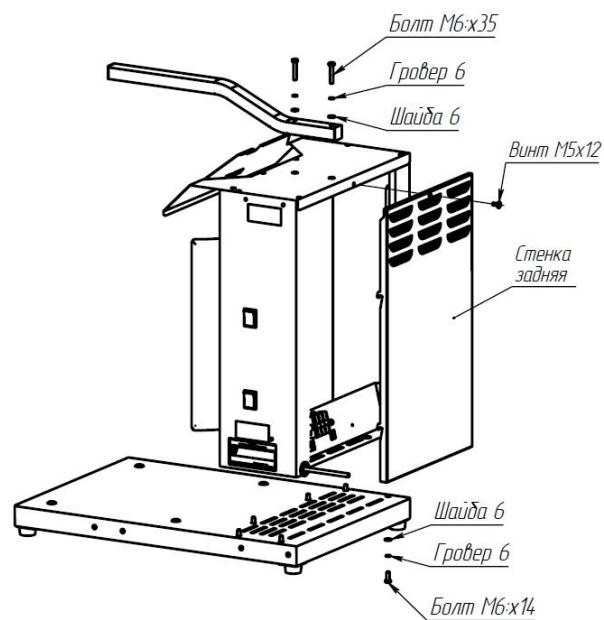

Рис.1
4.2. Снять стенку заднюю. Для этого открутить винт M5x12 (рис.1), затем приподнять стенку вверх и подать на себя.
4.3. Вынуть из корпуса нож, открутив саморез 4,2x13 (рис.2) и удалив скобу, крепящую нож. Установить стенку заднюю на место (вставить в проем, приподняв вверх под крышку, и затем опустить ее, прижимая к корпусу, чтобы крючки вошли в отверстия). Закрепить стенку заднюю винтом M5x12 (рис.1).
4.4. Соединить штангу (11) (рис.4) с корпусом (1) с помощью двух болтов M6x35 с шайбами (рис.1).
4.6. Корпус установки положить горизонтально на стол. Соединить корпус установки с основанием с помощью шести болтов M6x14 с шайбами (рис.1).